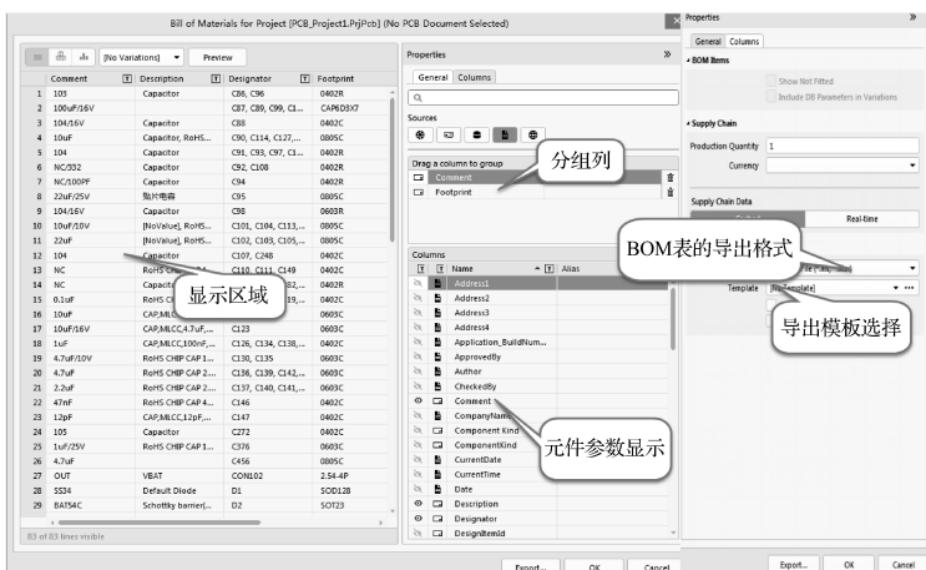

图 5-95 BOM 表参数设置
(1) 执行菜单命令“报告—Bill of Materials”(快捷键“RI”), 进入 BOM 表参数设置界面, 如图 5-95 所示。